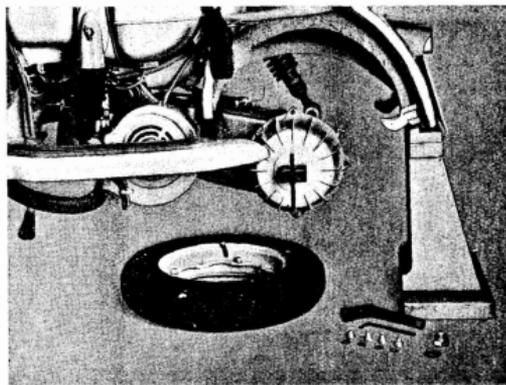

Fig. 12
**NOTA:** Para las operaciones que implican el desmontaje de la rueda posterior y de la suspensión posterior, debe sostenerse la máquina en la extremidad del dorsal y es oportuno disponer de un soporte, por ejemplo, del tipo usado por primera vez, en la operación 15 (véase fig. 12).
- 16 Desmontar la rueda posterior: desatornillar las tuercas ciegas y sacar la llanta del cubo; luego aflojar la tuerca de sujeción del cubo sobre el secundario (llave de 27) y extraer el cubo utilizando la herramienta n.º A2L.1019. Véase fig. 12.